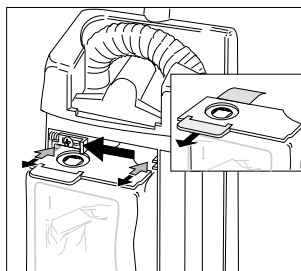

Fig. 7
5.1 Cambiar la bolsa de filtro de papel y la tira de escobilla <Fig. 7>